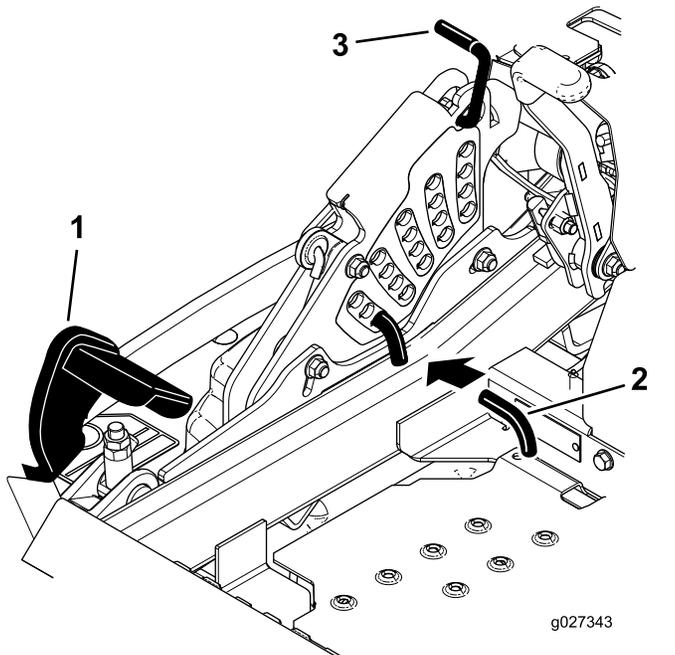

図 29
2. デッキリフトペダルを足で押し、図 29に示すようにモアデッキを輸送位置 (刈り高さ140 mmの位置も含む) まで上昇させる。
3. 刈高ピンを 90 度回転させて刈高ブラケットから抜き取る 図 29。
4. 刈高ブラケットについている穴から、希望する刈高に対応する穴を見つけ、その穴にピンを通す 図 29。